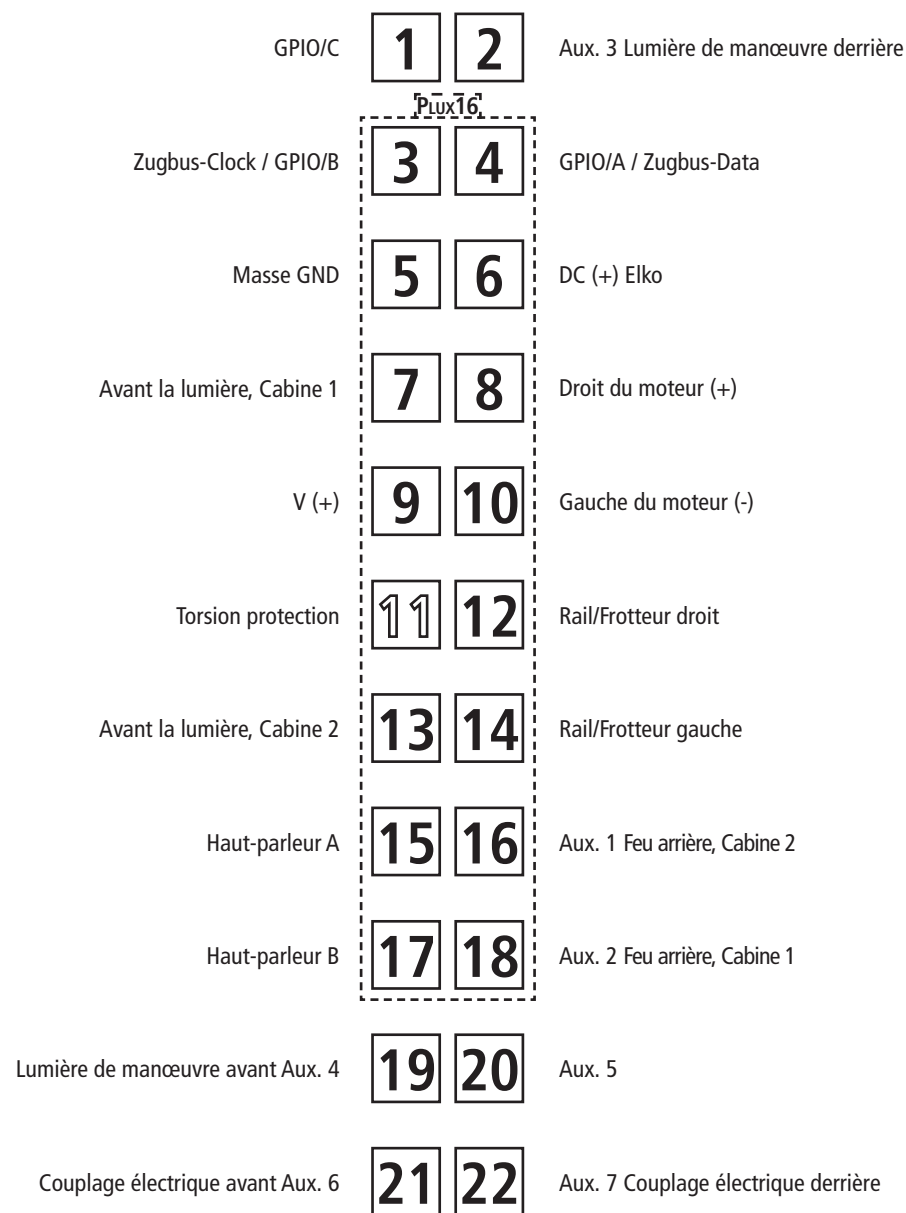

Fig. 5
4. Motorwechsel: Lokgehäuse abnehmen (Fig. 3). Danach wird der Motor ausgebaut und ausgetauscht (Fig. 5).
4. Motor Changing: First remove loco body (fig. 3), and then the motor (fig. 5).
4. Remplacement du moteur: Démontez la caisse (fig. 3). Démontez ensuite le moteur (fig. 5).